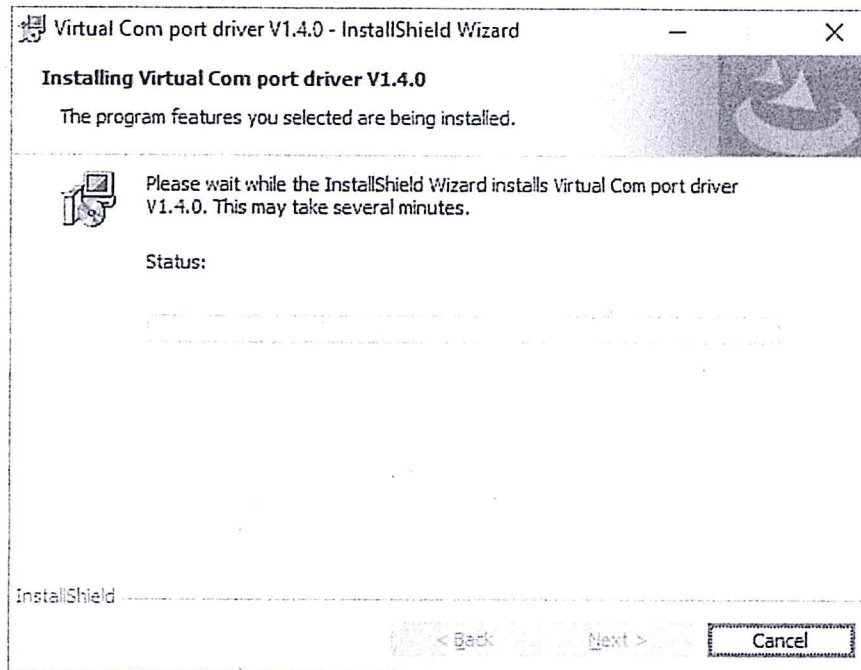

Рисунок 4 – Окно «Virtual Com port driver V1.4.0».
– после этого начнется процесс распаковки файлов (рисунок 4);